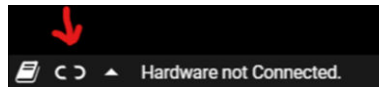

图 1-5. 端口未连接时的 COM 端口状态
5. 如果该应用程序未连接到 CFG_port 或连接失败，请点击该应用程序的左下角，尝试连接至目标器件（请参阅图 1-5）。如果毫米波 SDK 为 3.3 或更低版本，仅当配置传感器并发送检测到的物体后，DATA_port 才会显示已连接。如果毫米波 SDK 为 3.4 或更高版本，当端口有效时，CFG_port 和 DATA_port 都将显示已连接。